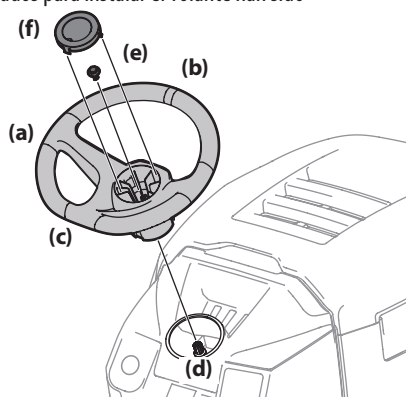

Figura 9
- Con las ruedas del tractor apuntando recto hacia adelante, alinee el volante (a) usando la línea central (b) de la parte delantera del volante (a) que apunta hacia adelante y la sección plana (c) del volante (a) orientada hacia el asiento, coloque el volante (a) sobre el árbol de la dirección (d). Consulte la Figura 9.